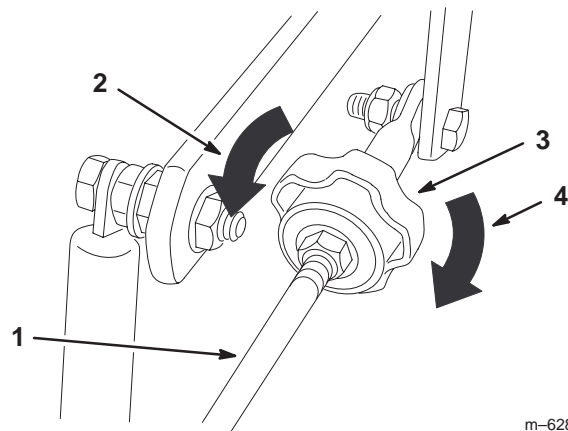

Figure 54
- Pour que la machine tire à droite, tournez le bouton vers la droite de la machine (voir la figure 54).
- Pour que la machine tire à gauche, tournez le bouton vers la gauche de la machine (voir la figure 54).